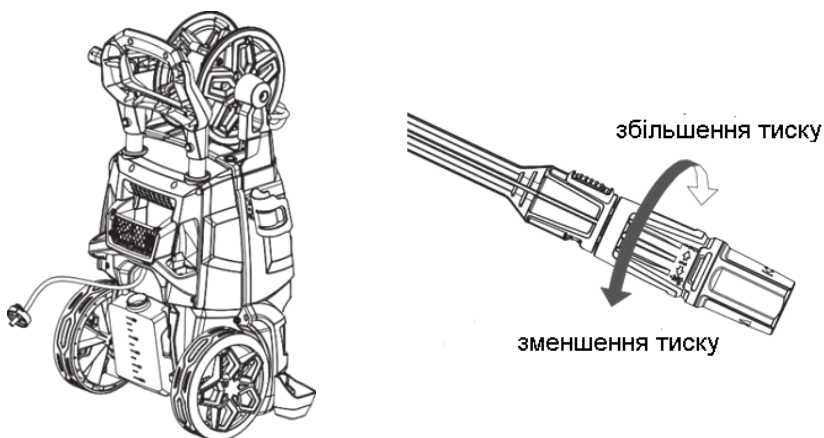

Рисунок 12. Схема підготовки форсунки для миття з мийними засобами.
1. Наповнити ємність виробу порцією відповідного розчину та закрутити кришку (рис. 12).
2. Перевести форсунку водяного пістолета в режим низького тиску (рис. 12).